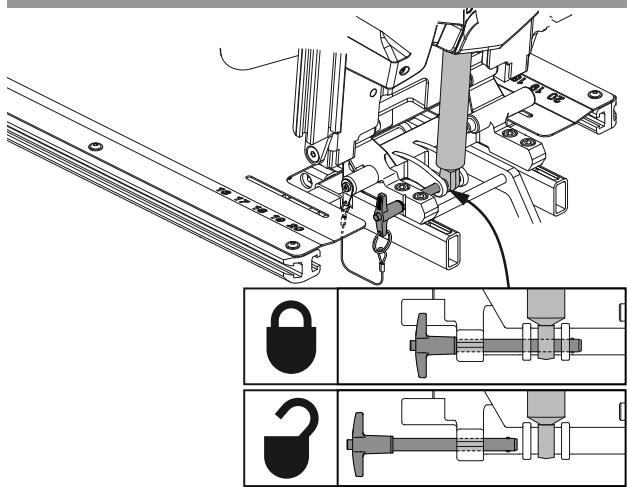
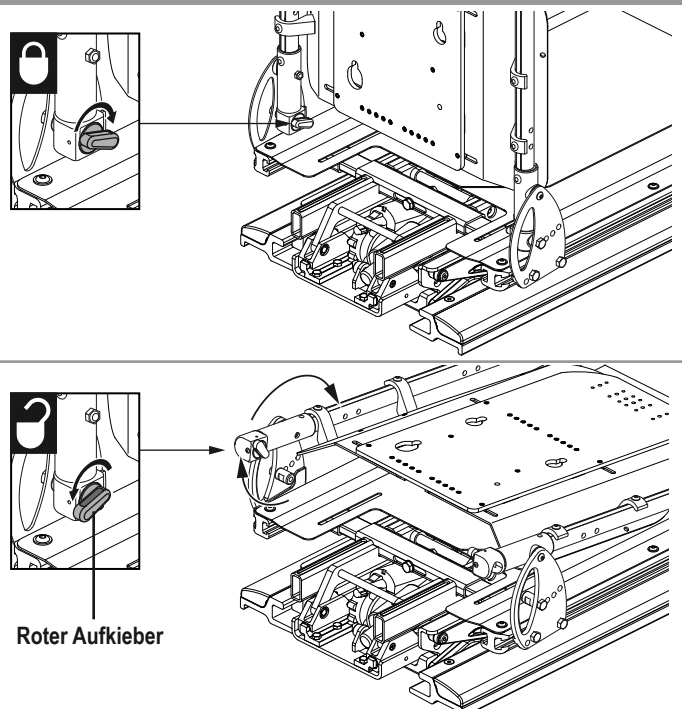

Abbildung 6. Klappbare Rückenlehne (Rastbolzen)
Abbildung 7. Klappbare Rückenlehne (Arretierhebel)
1. Entfernen Sie den Sicherungstift (**siehe Abbildung 6**) ODER drehen Sie die Arretierhebel an den beiden Lehnstangen nach hinten, um die Lehne zu entriegeln. **Siehe Abbildung 7.**
2. Bringen Sie den Rastbolzen wieder an und stellen Sie sicher, dass alle Komponenten festsitzen (**siehe Abbildung 6**) ODER drehen Sie die Arretierhebel an den beiden Lehnstangen nach vorne, um die Lehne zu arretieren. Stellen Sie sicher, dass der rote Aufkleber auf den Arretierhebeln nicht sichtbar ist. **Siehe Abbildung 7.**